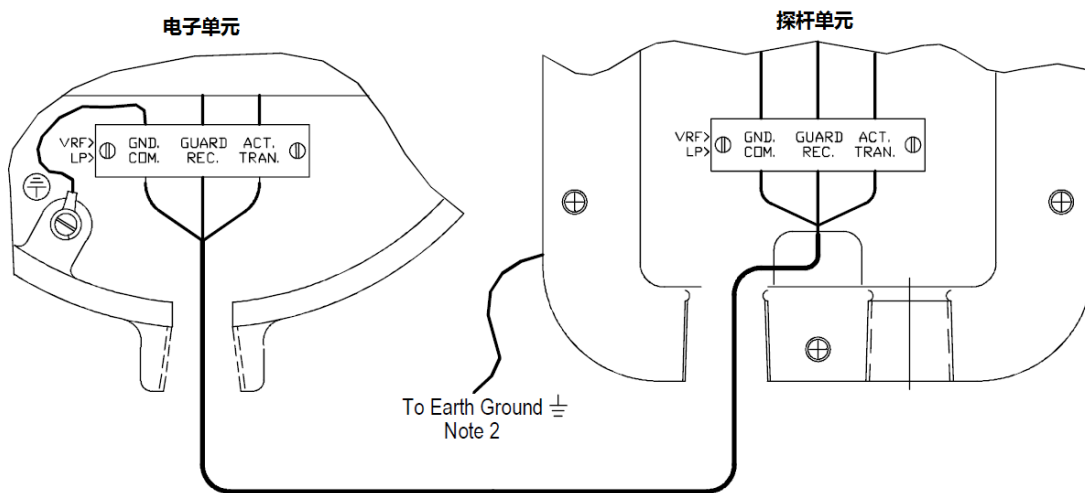

图10：VRF II系列探杆信号接线图
18. 将工厂提供的信号线接入接线端子，接线顺序如图10所示。
24. 将工厂提供的信号线接入接线端子，接线顺序如图10所示。